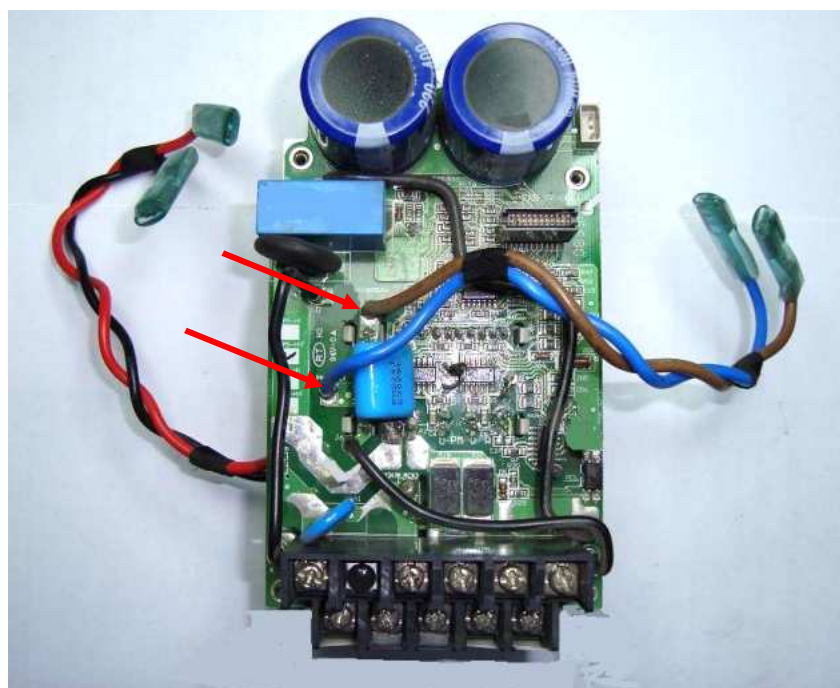

Рис. 7.8
7.3.5. Взять новый жгут №2 (рис.7.8). Запаять в отверстия платы с маркировкой «BROWN» и «BLUE» наконечники жгута №2 соответствующего цвета (коричневый и синий) (рис.7.8).